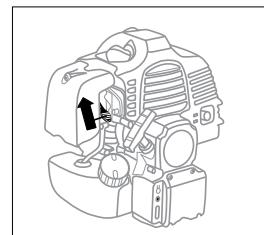

рис. 10
4. Переведите рычаг воздушной заслонки в верхнее положение – // «Закрыто» (рис. 10).
5. Запуск с помощью электростартера: переведите клавишу «Старт/Стоп», расположенную на рукоятке управления, в положение 2 (рис. 11 а) либо нажмите кнопку запуска двигателя (рис. 11 б). Двигатель запустится и заглохнет из-за слишком богатой смеси. Переведите рычаг воздушной заслонки (рис. 10) в среднее положение. Затем переведите клавишу «Старт/Стоп», расположенную на рукоятке управления, в положение 2 (рис. 11 а) либо нажмите кнопку запуска двигателя (рис. 11 б), двигатель должен запуститься.
7. Переведите рычаг воздушной заслонки (рис. 10) в среднее положение.